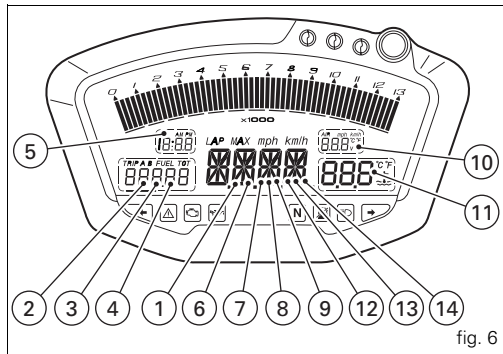

fig. 6
12) **Indicateur d'entretien préventif (SERV)** (fig. 6).
13) **Indicateur du système anti-démarrage (CODE)** (fig. 6).
14) **Acquisition (USB)** (fig. 6).